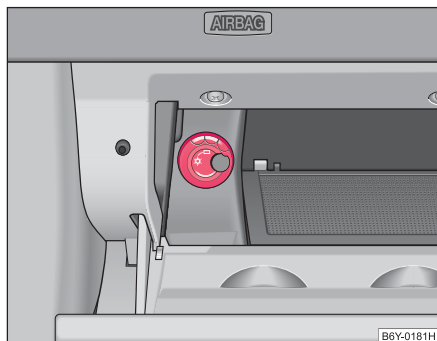

Fig. 71 Vide-poches: Utilisation du refroidissement
- Faites tourner le bouton rotatif ⇒ fig. 71 pour l'arrivée ou la coupure de l'air frais.